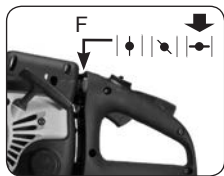

Fig. 9D
3. Tournez le levier de l'étrangleur (F) en position OUVERT |→| (Fig. 9D).